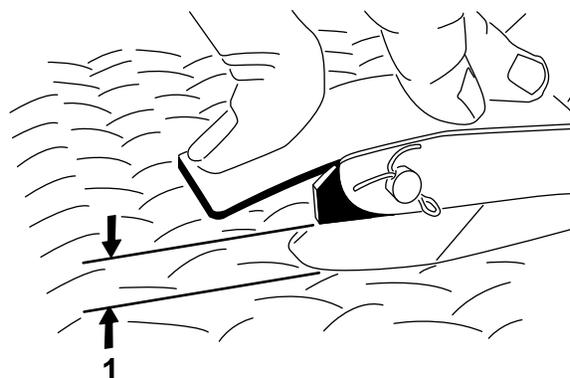

Figura 64
6. Ajuste la articulación esférica del cable del acelerador y/o las contratuercas del cable con la palanca del acelerador contra el tope de ralentí alto hasta que haya una distancia de 2.54–6.35 mm (0.10"–0.25") entre el brazo del pedal del acelerador y el borde superior del dibujo a rombos de la chapa de suelo al aplicar una fuerza de 11.3 kg (25 libras) al centro del pedal (Figura 64). Apriete la contratuerca.